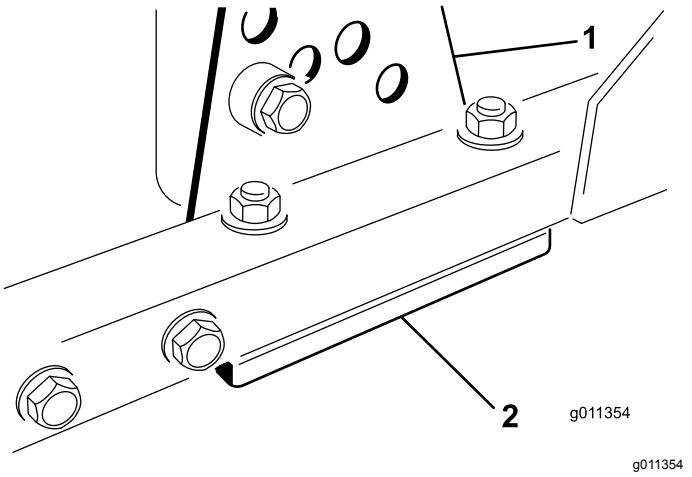

Figura 101
1. Retire el soporte de altura de corte (delantero, izquierdo o derecho) del bastidor de la carcasa (Figura 101).
2. Coloque suplementos de 1,5 mm y/o 0,7 mm entre el bastidor de la carcasa y el soporte hasta lograr el ajuste de altura deseado (Figura 101).